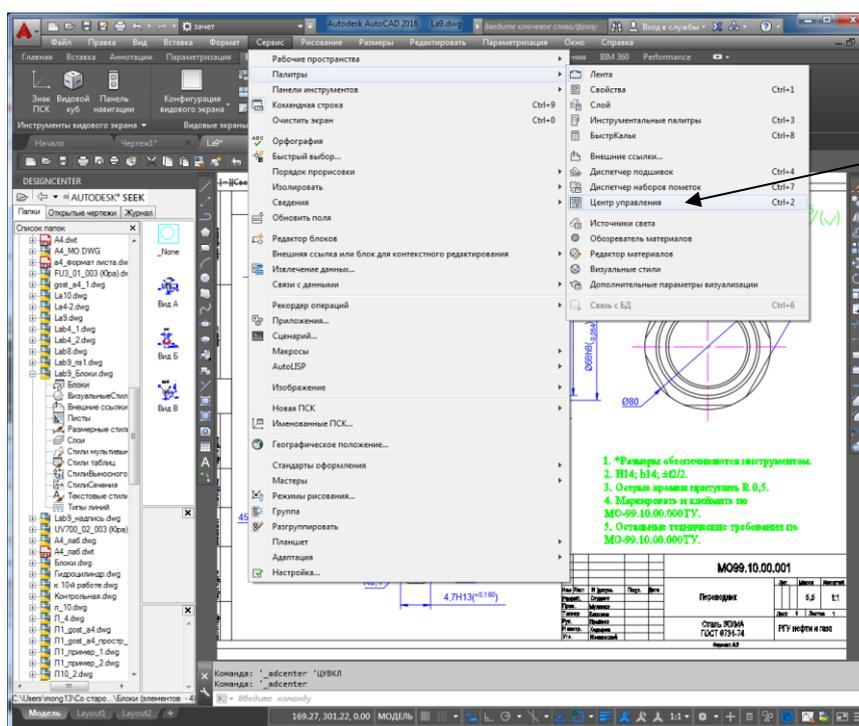

Рис. 9.
11. Вставьте в свой чертеж выносные элементы которые находятся в файле "Lab9_Блоки". Для этого удобно использовать Центр управления (рис. 9). Загрузку Центра управления осуществите либо с помощью комбинации клавиш Ctrl-2, либо из меню *Сервис* ⇒ *Центр управления*.